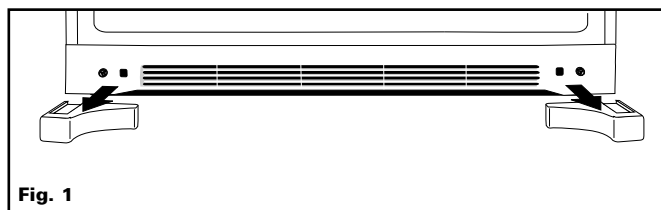

Fig. 1
- Enlever le couvre-charnières inférieur (voir fig. 1). Pour cela, saisir chaque couvre-charnière près de la charnière et faire pression. Les pattes de fixation se désenclenchent, ce qui permet d'enlever les couvre-charnières.